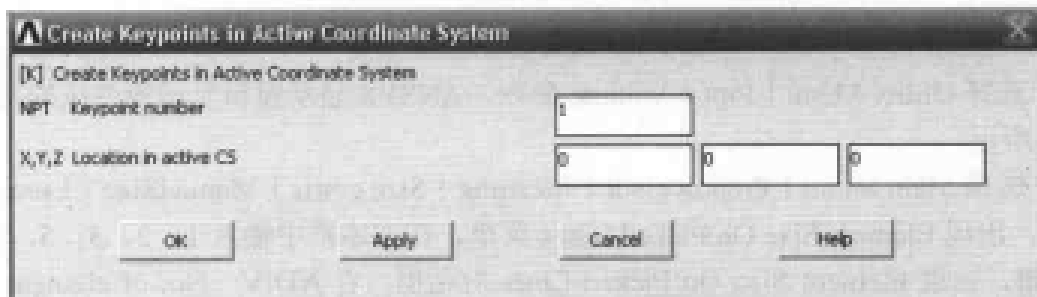

图 9-26 创建关键点对话框
(1) 选择 Utility Menu | Workplane | Change Active CS to | Global Cylindrical 命令, 将当前激活坐标系转变为柱坐标系。
(2) 选择 Main Menu | Preprocessor | Modeling | Create | Keypoints | In Active CS 命令, 出现 Create Keypoints In Active Coordinate System 对话框。
(3) 在 NPT Keypoints number 文本框中输入 1, 在 X,Y,Z Location in active CS 文本框中分别输入 0、0、0, 如图 9-26 所示, 单击 OK 按钮关闭该对话框。